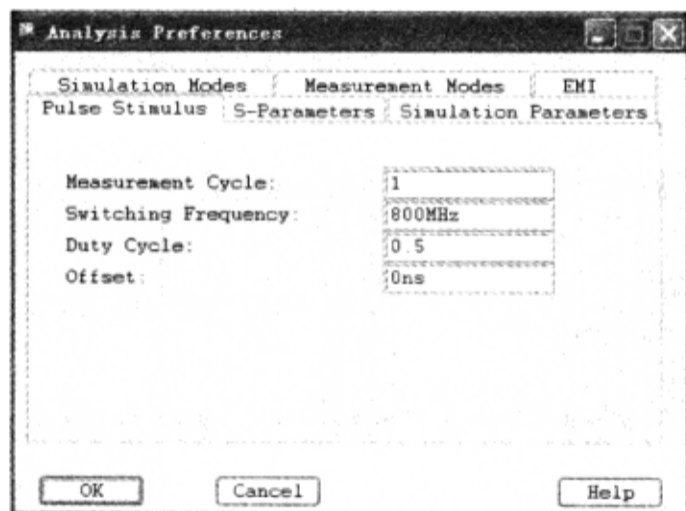

图 6-7-6 设置激励参数
(9) 从“SigXplorer PCB SI GXL”窗口执行菜单命令“Analyze”→“Preferences”，弹出“Analysis Preferences”对话框→设置“Pulse Stimulus”栏参数，如图 6-7-6 所示。